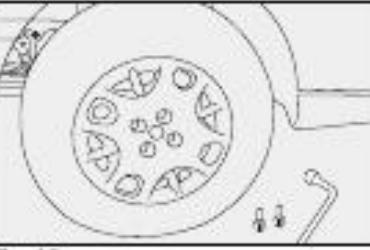

fig. 18
- Apertar os parafusos utilizando a chave de roda específica fig. 18.